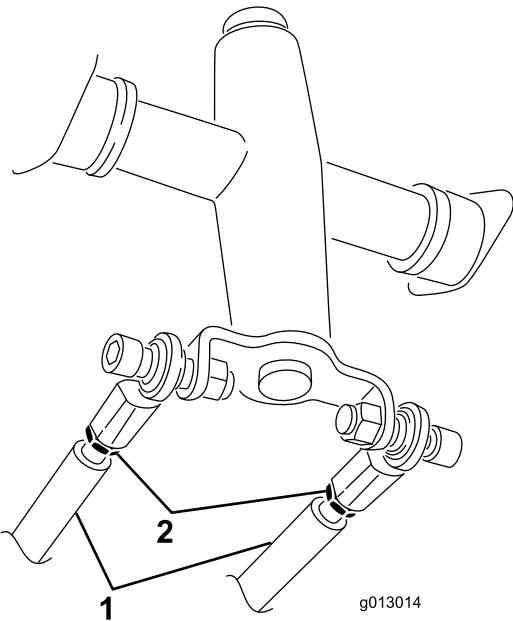

Рисунок 52
- Ослабьте контргайки на штоках привода под панелью управления (Рисунок 52).